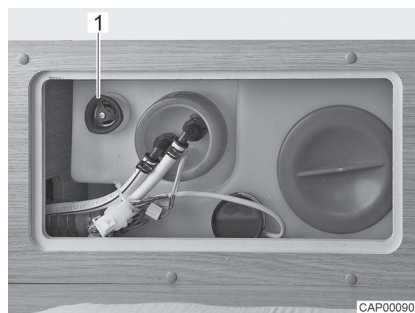

Fig. 73 Réservoir d'eau avec poignée tournante
- Faire tourner à fond dans le sens des aiguilles d'une montre la poignée tournante (Fig. 73,1) située sur le réservoir d'eau.
- Faire tourner la poignée tournante (Fig. 73,1) située sur le réservoir d'eau dans le sens inverse des aiguilles d'une montre jusqu'à ressentir une résistance. L'eau s'écoule, env. 20 litres restent.